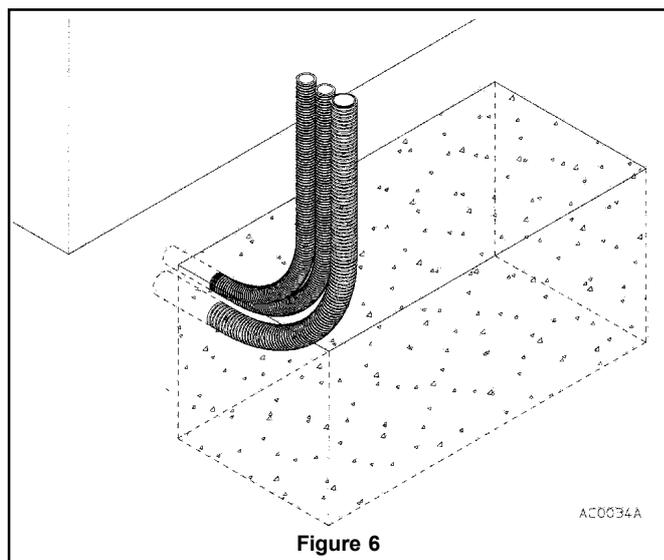

Figure 6
- Placer les fourreaux des câbles électriques dans l'excavation, en les laissant dépasser de 30/40 cm au-dessus du sol fini prévu (fig. 6); les boucher afin d'éviter qu'ils se remplissent de déchets.
- Préparer le ciment et le couler dans l'excavation en respectant les valeurs spécifiées à la fig. 6.